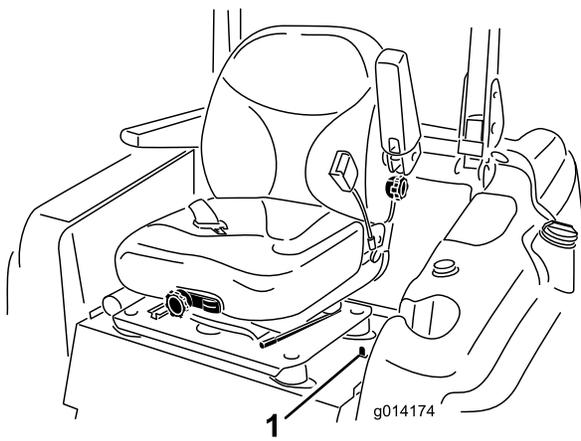

Figura 1
2. Mueva el enganche del asiento (situado en el lado izquierdo del asiento) hacia atrás para desenganchar el asiento, y tire hacia adelante de la parte superior del asiento hasta que se incline hacia adelante y toque el volante (Figura 1).